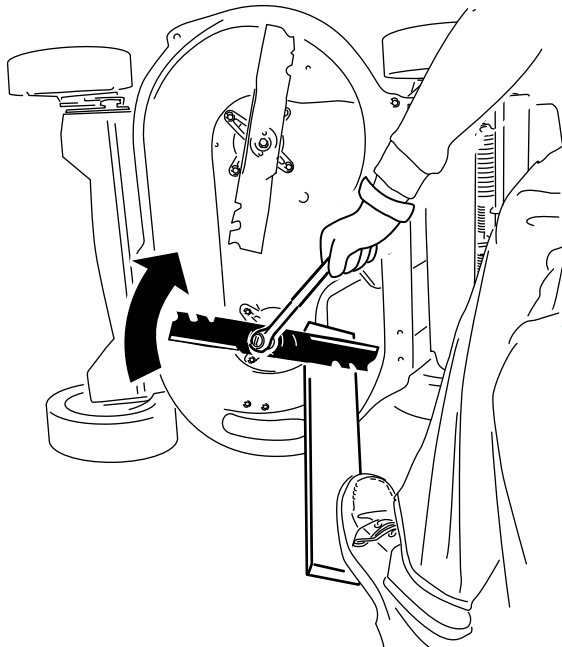

Figure 45
2. Immobilisez chaque lame à l'aide d'une planche et tournez le boulon de la lame dans le sens horaire au moyen d'une clé dynamométrique comme montré à la Figure 45; serrez le boulon de la lame à 82 N·m (60 pi-lb).